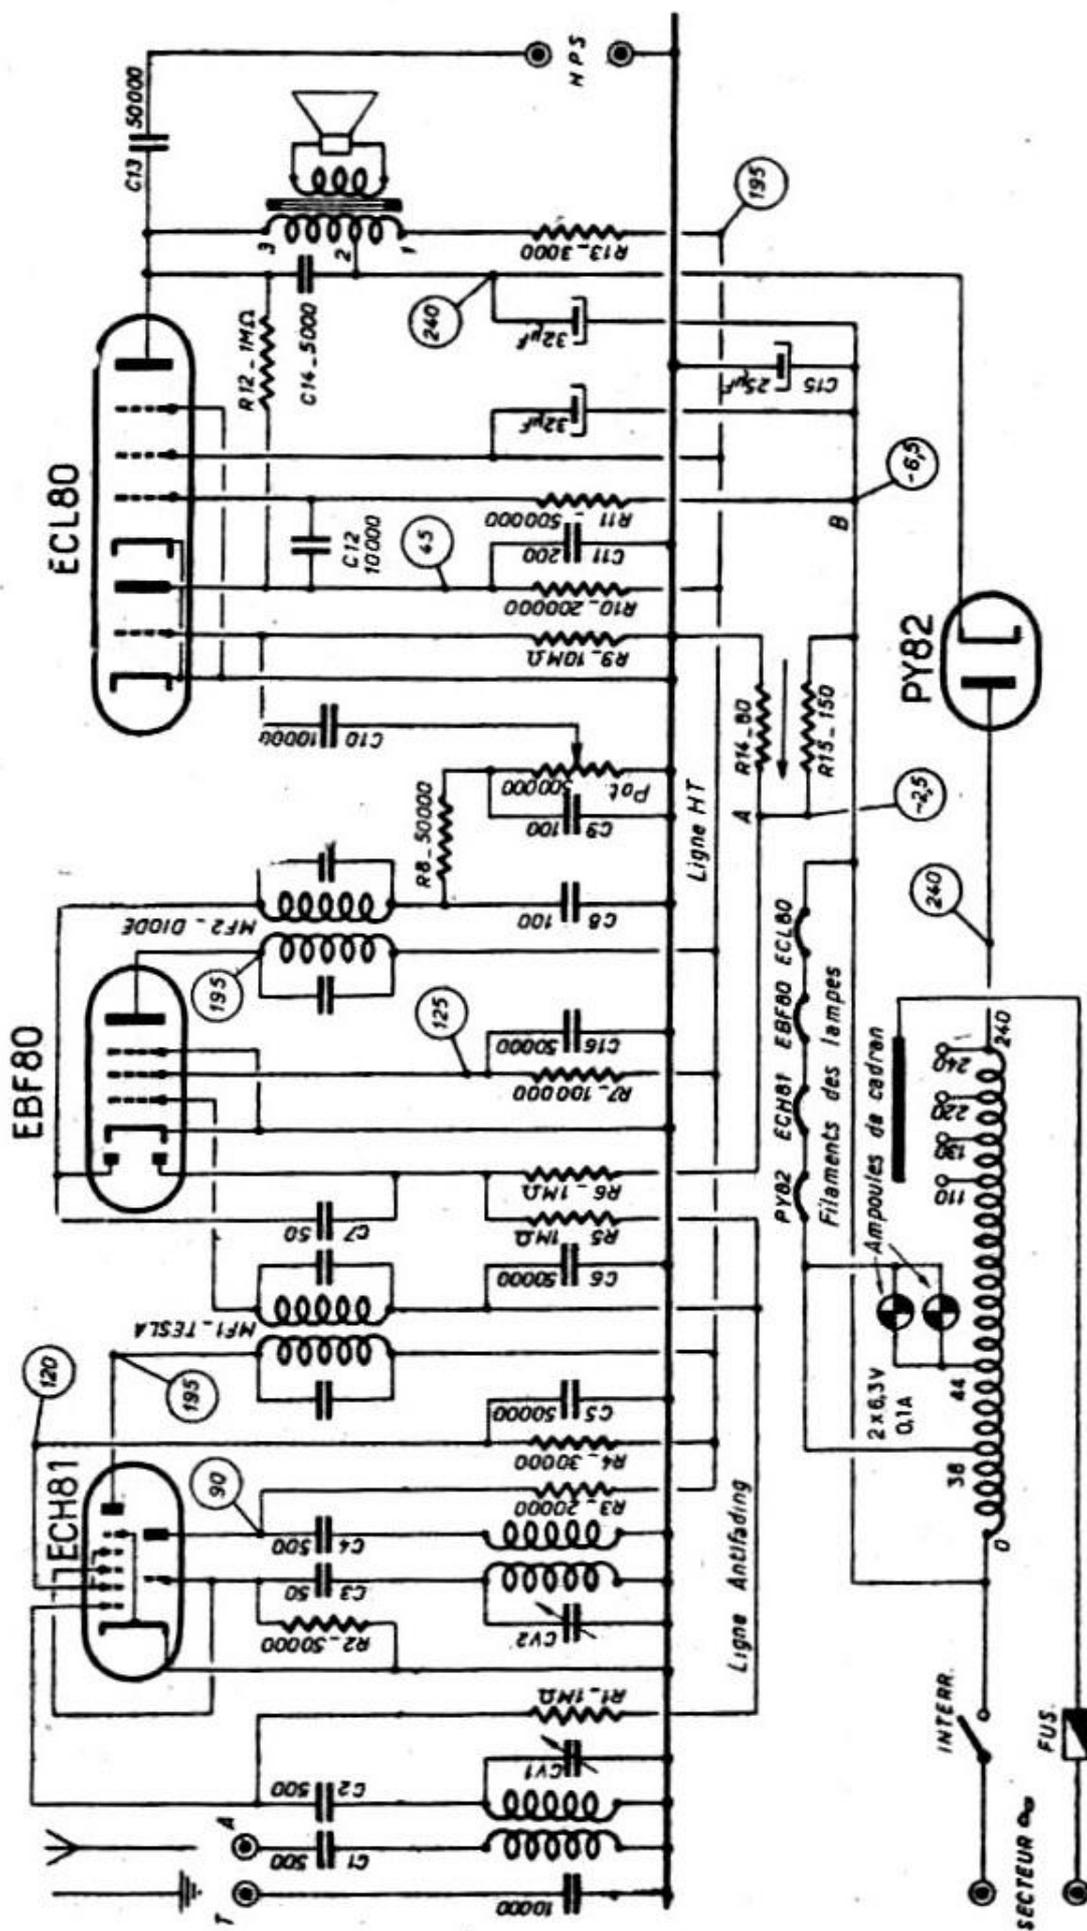

FIG. 57. — Schéma de principe du modèle « LE LUTIN »
**Le schéma de principe (fig. 57).** — Nous constatons à première vue que ce poste ne comporte que 4 lampes, mais en fait cela ne l'empêche pas de constituer un superhétérodyne très complet dont il comporte absolument tous les étages que nous connaissons. Cette disposition a été rendue possible par l'emploi des lampes de la nouvelle série Noval dont certaines sont doubles : sous un même tube, dans une même ampoule, elles comportent en fait deux lampes bien distinctes.